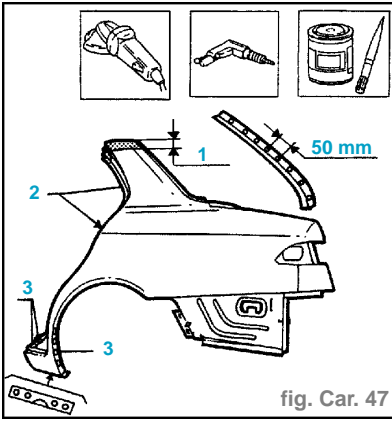

fig. Car. 47
- Enlever les rognures de revêtement garde-boue de la voiture (2).
- Opérer au banc et couper l'aile AR en respectant l'exigence de maintenir un trait de tôle pour la superposition (1) (fig. Car. 47).
- Enlever sur tout le périmètre du côté intérieur et extérieur le traitement anticorrosion par balai tournant (2).
- Exercer des trous par la foreuse équidistants au long du bord inférieur et latérale de l'aile AR et caniveau porte garniture (3).